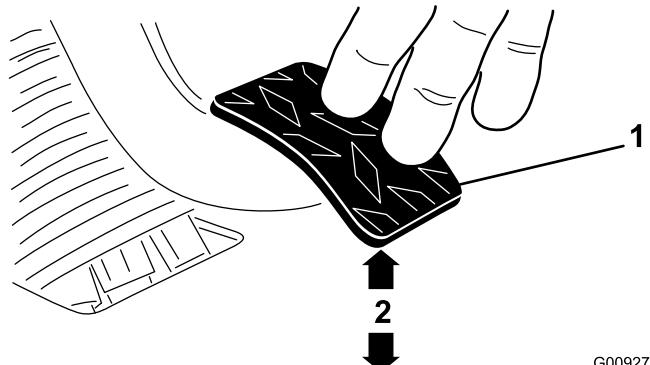

Figure 70
3. Ajustez les écrous de blocage ou la rotule jusqu'à ce que le bord inférieur arrière de la pédale d'embrayage soit à $9,5 \pm 0,3$ cm du haut du plancher quadrillé quand une force de 1,8 kg est appliquée sur la pédale (Figure 70).